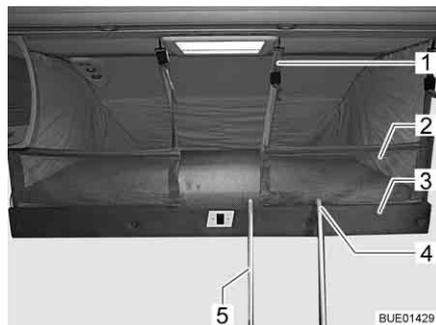

Bild 125 Hubbett mit aufgespanntem Sicherungsnetz
Wenn ein Sicherungsnetz vorhanden ist, liegt das Sicherungsnetz (Bild 125,2) mit den Sicherungsgurten im Hubbett unter der Matratze. Das Sicherungsnetz erst aufspannen, wenn sich die Personen bereits im Hubbett befinden.
- Sicherungsgurte (Bild 125,1) in die Haken an der Decke einhängen.
- Stufenleiter (Bild 125,5) mit den beiden Bügeln (Bild 125,4) in die Griffleiste (Bild 125,3) am Hubbett einhängen.